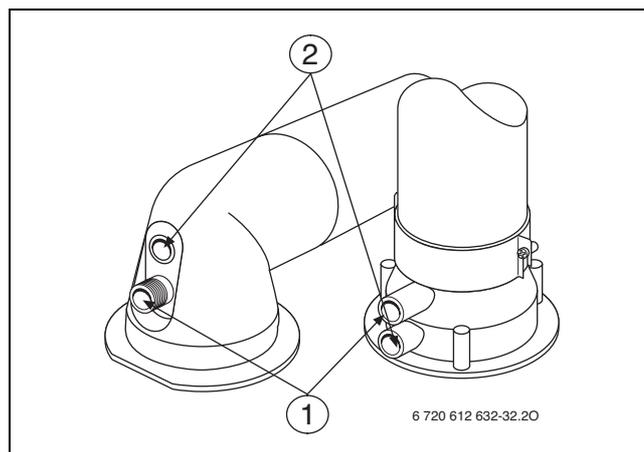

Fig. 60
- ▶ Rimuovere il tappo della presa di analisi dell'aria comburente (→ fig. 60, [2]).
- ▶ Rimuovere il tappo di chiusura dalla presa di analisi dei combustibili (→ fig. 60, [1]).